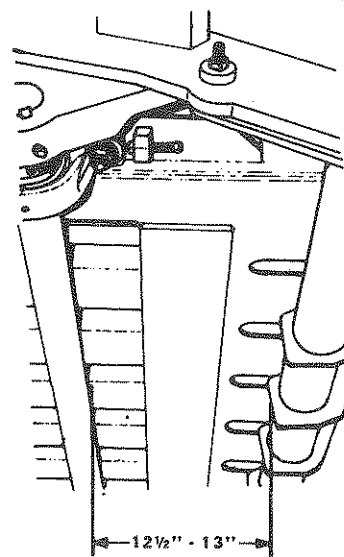

Fig. 40
12. Mesurer la distance entre le côté arrière du vilebrequin de la fourche d'alimentation et l'avant du tube de support de la fourche Fig. 40. Lorsque la fourche est à son point le plus haut dans la chambre et que la roulette du bras du switch se trouve sur la partie supérieure de la came, cette mesure doit être comprise entre 12½" et 13" (31,8 cm et 33 cm).